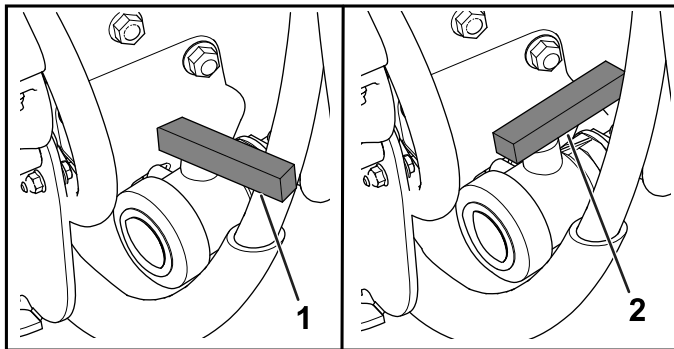

Bild 94
3. Öffnen Sie das Ventil und lassen alle nicht verwendete Lösung aus dem Behälter (**Bild 94**) aus.
4. Schließen Sie das Abflussventil (**Bild 94**).